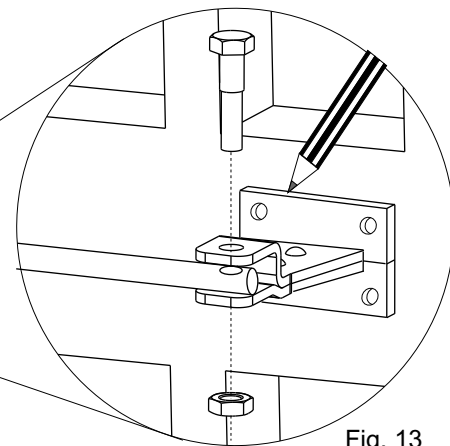

Fig. 13
- 3) Fissare lo stelo sul attacco anteriore (Fig. 13)